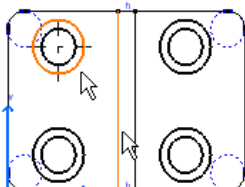

图 6-439
- >>> 步骤02 选择要创建中心线的圆,如图 6-439 所示。